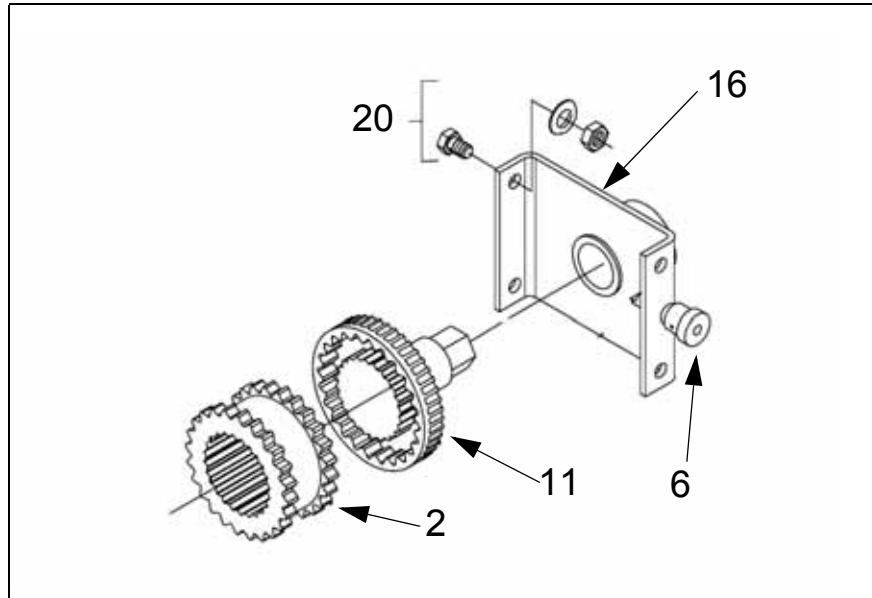

Abb. 5: Austausch des Spannelementes
1. Das Spannelement (2, Abb. 5) der MARTIN® TWIST™ Spannvorrichtung auf Beschädigungen, Risse und Verschleiß überprüfen. Bei Verschleiß oder Beschädigungen muss das Spannelement wie folgt ersetzt werden.
2. Den Förderbandabstreifer vom Förderband abspannen, indem das Spannrade (11, Abb. 5) mit einem Schraubenschlüssel entgegen dem Uhrzeigersinn gedreht wird. Der Ratscheneinstellknopf (6, Abb. 5) ist aus der Arretierung gelöst. Den Schraubenschlüssel festhalten und den Knopf (6, Abb. 5) herausziehen. Den Knopf (6, Abb. 5) um 180° drehen und loslassen.
3. Das Spannrade (11, Abb. 5) weiter drehen, so dass die Abstreiferblätter nicht mehr gegen das Förderband anstehen.
4. Um das abgenutzte Spannelement (2, Abb. 5) zu entnehmen, die Sechskantschrauben (20, Abb. 5) von der Spannvorrichtungsaufnahme (16, Abb. 5) entfernen.
5. Die Spannvorrichtungsaufnahme (16, Abb. 5), das Spannrade (11, Abb. 5) und das Spannelement (2, Abb. 5) können nun entnommen werden.
6. Das neue Spannelement (2, Abb. 5) zusammen mit dem Spannrad (11, Abb. 5) und der Spannvorrichtungsaufnahme (16, Abb. 5) in umgekehrter Reihenfolge wieder einsetzen.
7. Die Sechskantschrauben (20, Abb. 5) der Spannvorrichtungsaufnahme (16, Abb. 5) wieder installieren.